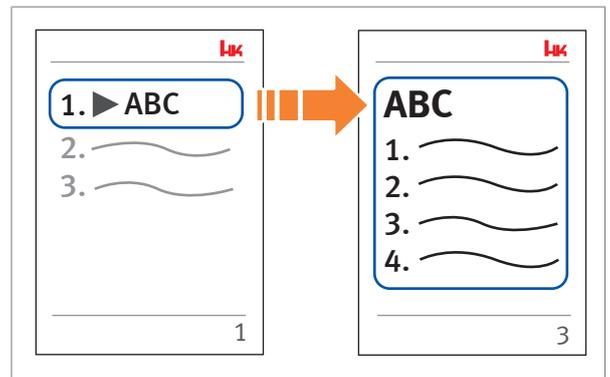

Abb. 2: Beispiel für einen Querverweis zwischen Kapiteln
- Querverweise zwischen einzelnen Kapiteln sind mit dem Symbol ► gekennzeichnet (Abb. 2).